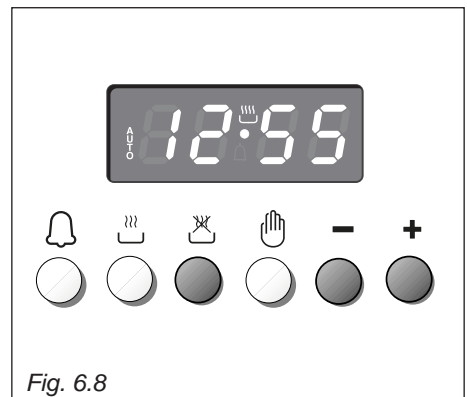

Fig. 6.8
2. Déterminer l'heure d'arrêt de la cuisson en pressant le poussoir  et le poussoir  pour avancer, ou le poussoir  pour revenir si le temps désiré a été dépassé (fig. 6.8).